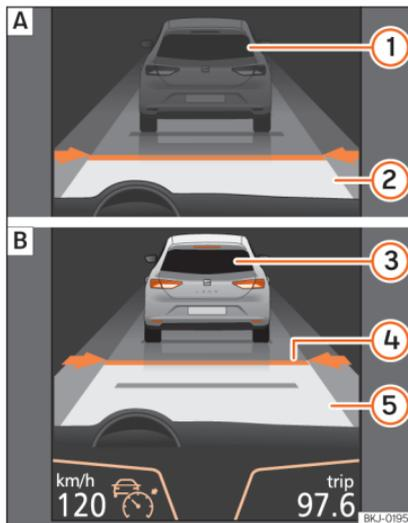
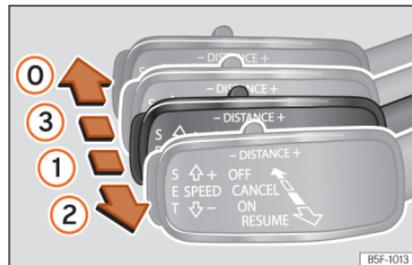
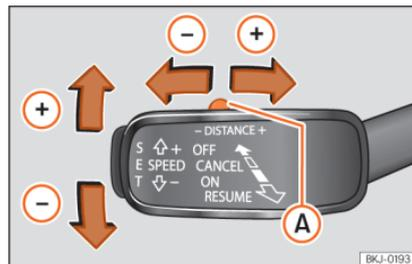

Abb. 270 Im Display des Kombiinstruments: (A) ACC inaktiv (Standby). (B) ACC aktiv.
Abb. 272 Auf der linken Seite der Lenksäule: dritter Hebel für die Betätigung der automatischen Distanzregelung.
Abb. 273 Auf der linken Seite der Lenksäule: dritter Hebel für die Betätigung der automatischen Distanzregelung.
Bildschirmanzeigen »» Abb. 270:
Wenn die automatische Distanzregelung (ACC) eingeschaltet ist, schaltet sich auf der Schalttafel die grüne Kontrollleuchte ein (☺) und auf dem Bildschirm werden die programmierte Geschwindigkeit und der Zustand der ACC angezeigt »» **Abb. 270**.
schwindigkeit des Fahrzeugs einstellen und die ACC aktivieren. Drücken Sie dazu auf die Taste **SET** »» **Abb. 273**. Falls Sie die Geschwindigkeit in Schritten von 1 km/h (0,6 mph) erhöhen oder reduzieren möchten, bewegen Sie den Hebel in die Position ② »» **Abb. 272** bzw. drücken Sie die Taste **SET**.
Die programmierte Geschwindigkeit kann je nach Wunsch während der Fahrt oder bei Fahrzeugstillstand geändert werden. Jegliche Änderungen der programmierten Geschwindigkeit werden unten links am Bildschirm des Kombiinstruments angezeigt »» **Abb. 270**.
Um das Abstandsniveau zu erhöhen oder zu reduzieren, drücken Sie den Wippschalter nach rechts/links »» **Abb. 273** (A).
- Um die ACC zu aktivieren, müssen Sie, wenn sich der Hebel in Position ① befindet, die Taste **SET** drücken oder den dritten Hebel der ACC in die Position ② bringen »» **Abb. 272**. In diesem Moment wechselt die ACC-Anzeige am Bildschirm des Kombiinstruments in den Modus **Aktiv** »» **Abb. 270**.
Um die ACC zu deaktivieren, bewegen Sie den Hebel in die Position ① »» **Abb. 272** (eingearbeitet). In diesem Moment erscheint der Text **ACC deaktiviert** und die Funktion ist vollständig deaktiviert.
»» **Abb. 272** oder betätigen Sie das Bremspedal.